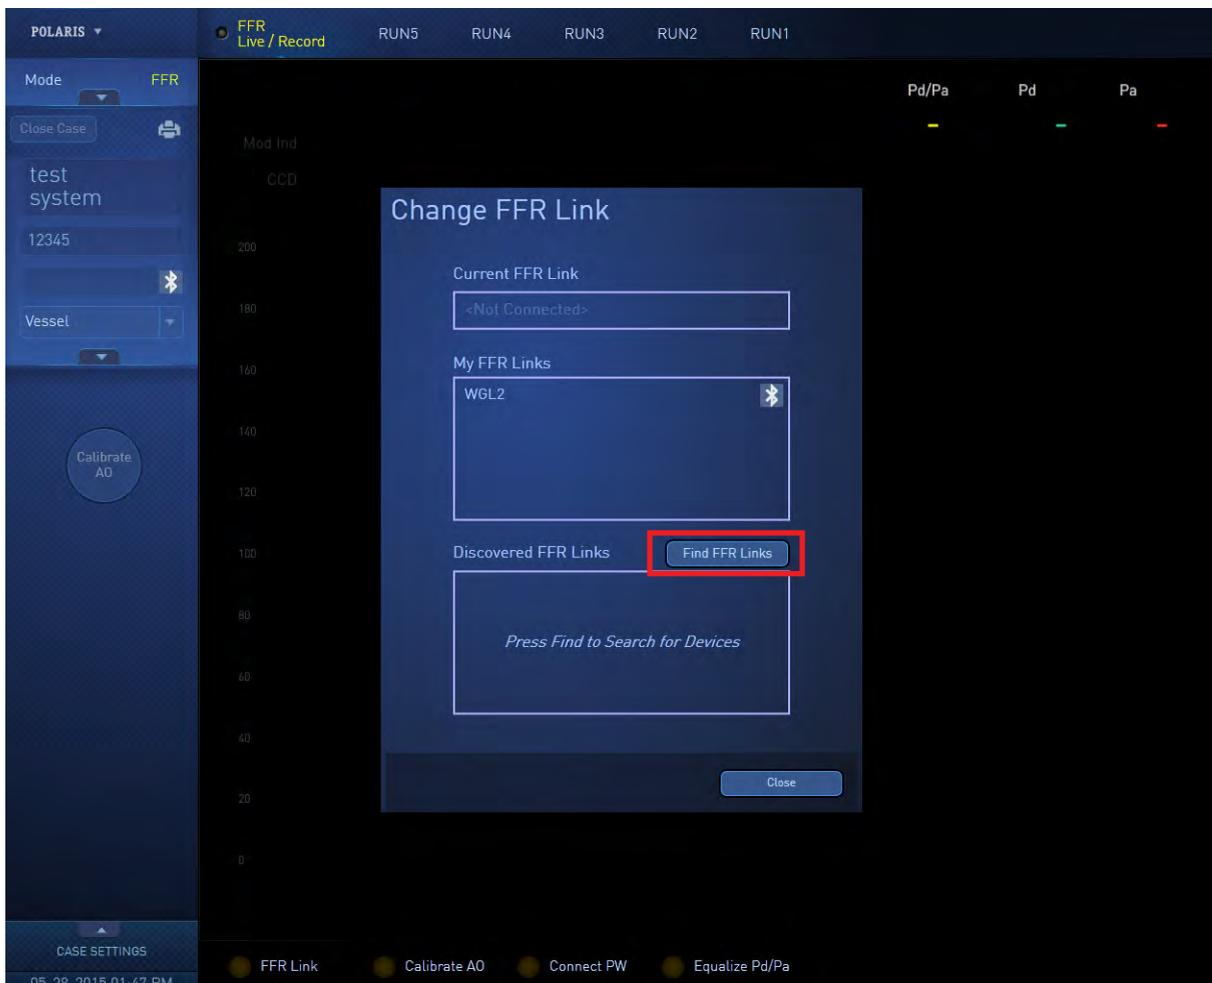

Figure 2-8 Fenêtre Change FFR Link (Changer de FFR Link)
Le logiciel Polaris 2.0 passe au mode FFR. La fenêtre **Change FFR Link** (Changer de FFR Link) apparaît dans l'affichage principal illustré à la figure 2-8. Utiliser cette fenêtre pour établir une connexion sans fil avec le FFR Link dans la salle de cathétérisme.
1. Cliquer sur **Find FFR Links** (Trouver les FFR Links) dans la fenêtre Change FFR Link (Changer de FFR Link) illustrée à la figure 2-8.